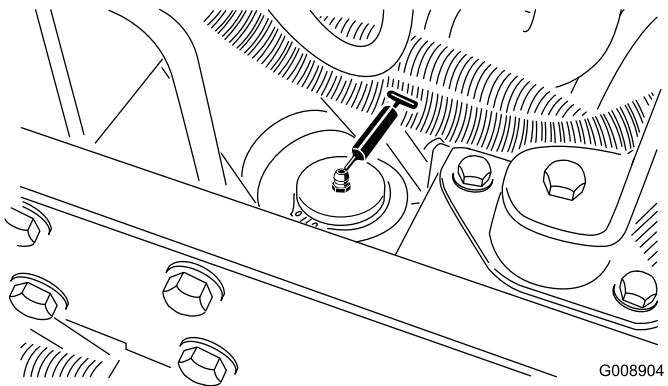

Figura 54
- Cilindro de dirección (Figura 54).